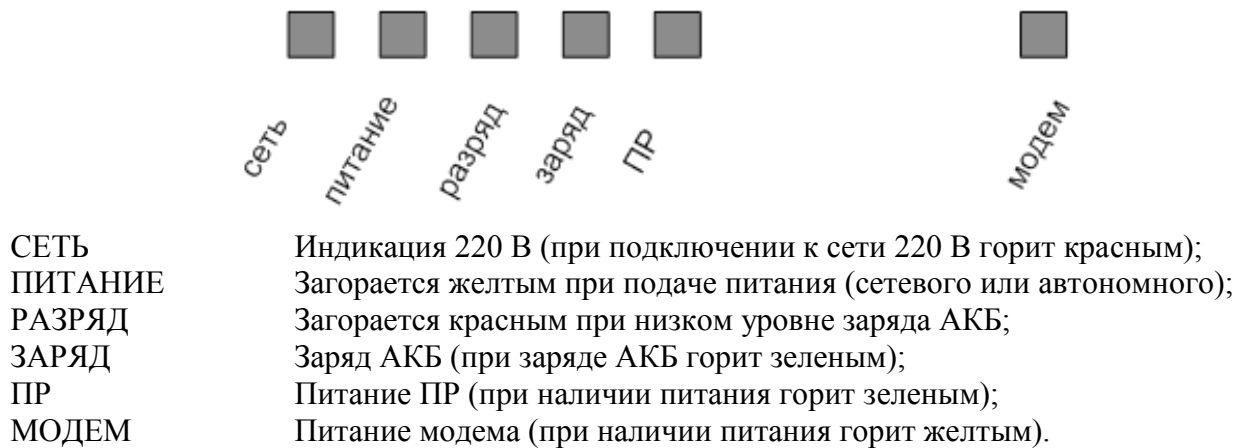

Рисунок 4 – Светодиодная линейка для одноканального расходомера
2.6.2 Контроль работы ВТ осуществляется при помощи светодиодной линейки, расположенной на его передней панели (рисунок 4).